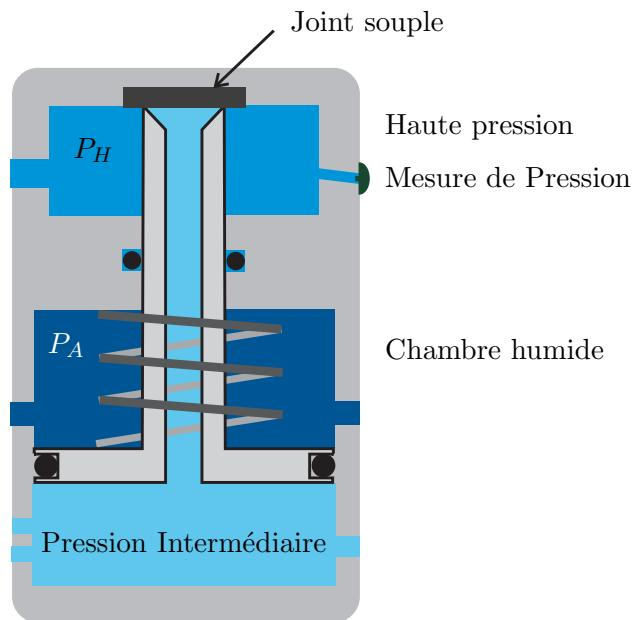
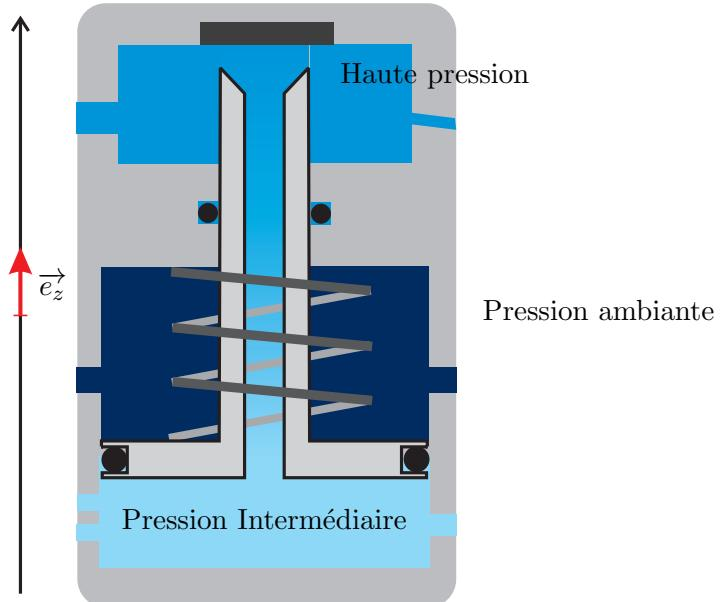
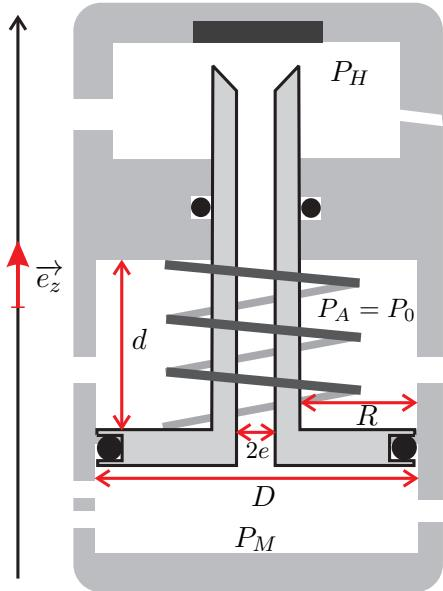

Figure 7 – Premier étage d'un détendeur
Figure 8 – Premier étage d'un détendeur - Position ouverte
Figure 9 – Premier étage d'un détendeur à l'air libre
Ce détendeur représenté figure 7 est composé d'une chambre humide remplie d'eau. Dans cette chambre, règne la pression ambiante  $P_A$ . Cette chambre est séparée du compartiment à la pression intermédiaire par un piston mobile de section  $S$ . Nous allons, dans la suite, négliger le poids de ce piston mobile et supposer qu'il isole parfaitement l'air contenu dans le compartiment moyenne pression de la chambre humide. Au-dessus, nous avons le compartiment haute pression.
Suivant la position du piston, l'air peut circuler ou non du compartiment haute pression vers le compartiment pression intermédiaire. La figure 7 représente le détendeur à l'équilibre : le piston est en position haute et l'air ne circule pas. Sur la figure 8, le détendeur est représenté en position ouverte. L'air à haute pression passe alors du compartiment haute pression au compartiment à la pression intermédiaire.
Lorsque cet étage est placé à l'air libre et que toutes les pressions ( $P_A$ ,  $P_H$  et  $P_M$ ) sont égales à la pression atmosphérique  $P_0$ , le clapet reste ouvert (voir figure 9). La chambre humide est à symétrie cylindrique et est caractérisée par sa couronne d'épaisseur  $R$ , et sa hauteur  $d$ . On travaille dans une base cartésienne où l'axe vertical est ascendant et est représenté par son vecteur unitaire  $\vec{e}_z$  (voir figure 8).
**17.** Lorsque le clapet est fermé, le joint souple interdit une circulation d'air du compartiment haute pression à l'étage intermédiaire (voir figure 7). Le piston est alors soumis à une force supplémentaire notée  $\vec{R}$  représentant l'action du joint sur le piston et dirigée vers le bas. Lorsque le clapet est fermé, cette force est non nulle. Montrer que lorsque le clapet est fermé, la pression intermédiaire vérifie la relation suivante :